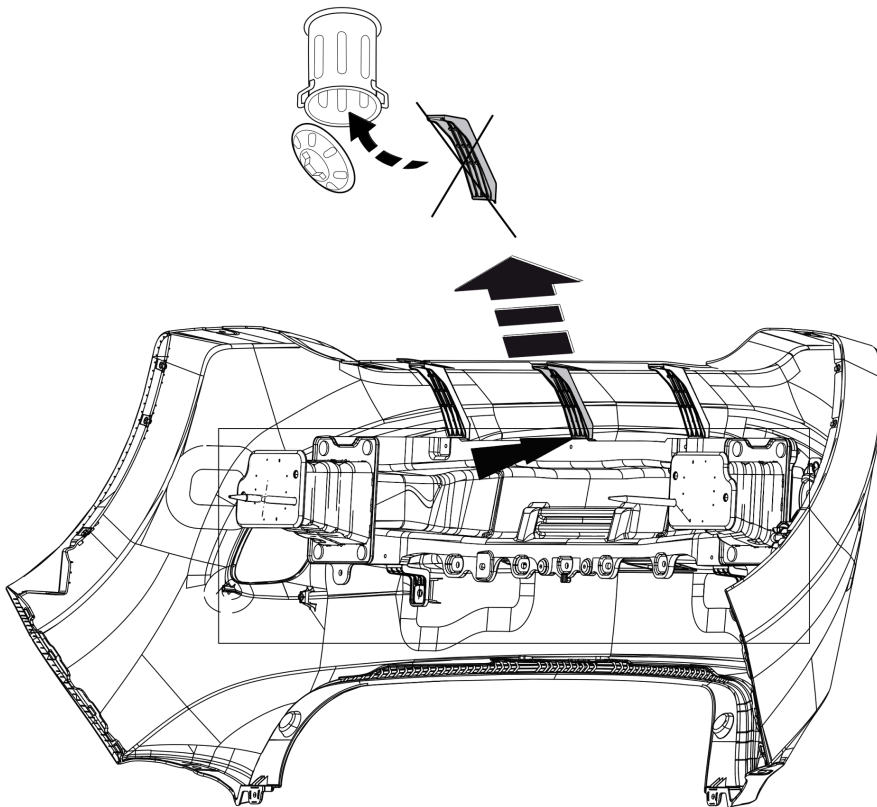

Fig. 2
- Die angegebene Teile entfernen. Siehe Abbildung 2.